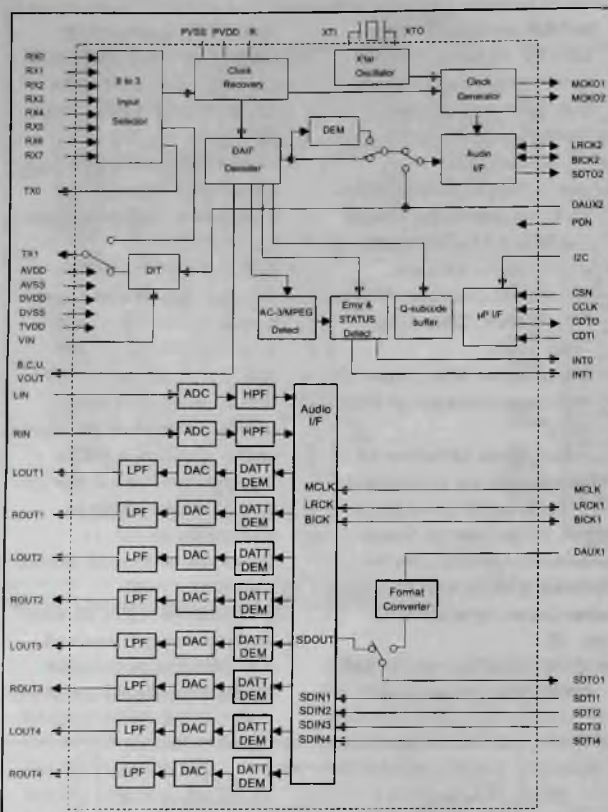

Рис. 11. Структурная схема ИМС AK4588
- IC1318 AK4588 — 2/8-канальный аудиокодек с цифровым интерфейсом (DIR) фирмы Asahi Kasei (AKM). ИМС представляет собой однокристалльный кодек звуковых сигналов, включающий 2-канальный АЦП и 8-канальный ЦАП. Структурная схема микросхемы приведена на рис. 11.